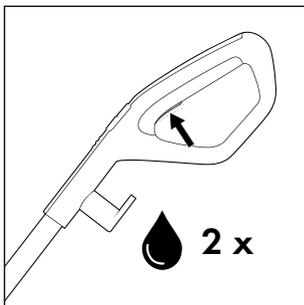
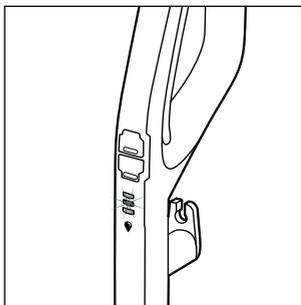

Fig. 14
Fig. 15
- ◆ Avant chaque utilisation, appuyez deux fois brièvement sur l'interrupteur solution de nettoyage **15** pour activer la fonction spray continu et pour que le rouleau brosse **6** soit opérationnel avec la solution de nettoyage (voir fig. 14). Le voyant de solution de nettoyage  **12** clignote en alternance en bleu lorsque la fonction spray continu est activée ou que l'interrupteur solution de nettoyage **15** est maintenu appuyé (voir fig. 15).